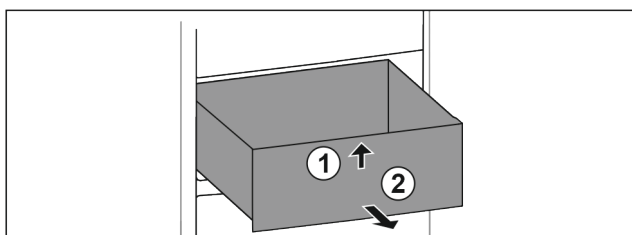

Fig. 133
- Nadzvedněte zásuvku vpředu. Fig. 133 (1)
- Vyjměte zásuvku dopředu. Fig. 133 (2)